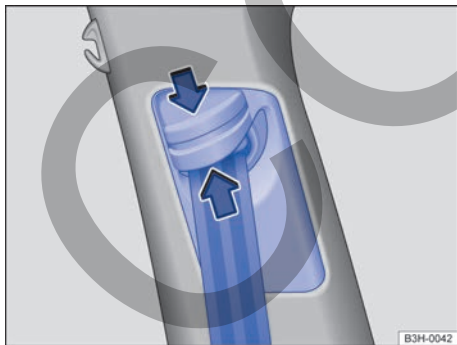

Fig. 32 Junto a los asientos delanteros: regulador de la altura del cinturón.
- Comprima el dispositivo de reenvío en el sentido de las flechas y manténgalo en esta posición → fig. 32.